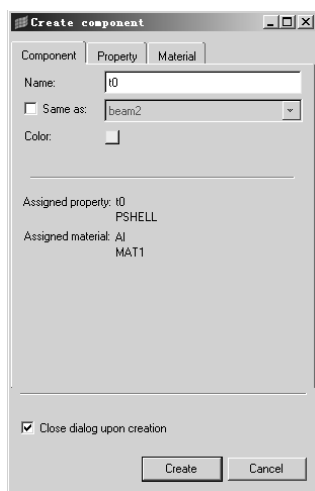

图 7-45 属性关联
(3) 创建名为 **t0** 的 **Component**，并与此前创建的名为 **t0** 的 **Property** 进行关联，如图 7-45 所示。